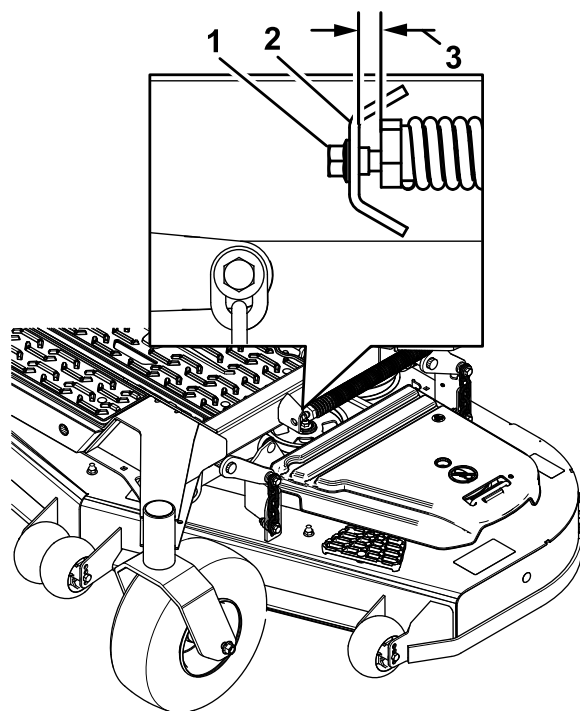

Figura 83
10. Desaperte lentamente o parafuso de ajuste na mola de ajuda à elevação até que possa remover o parafuso (**Figura 83**).